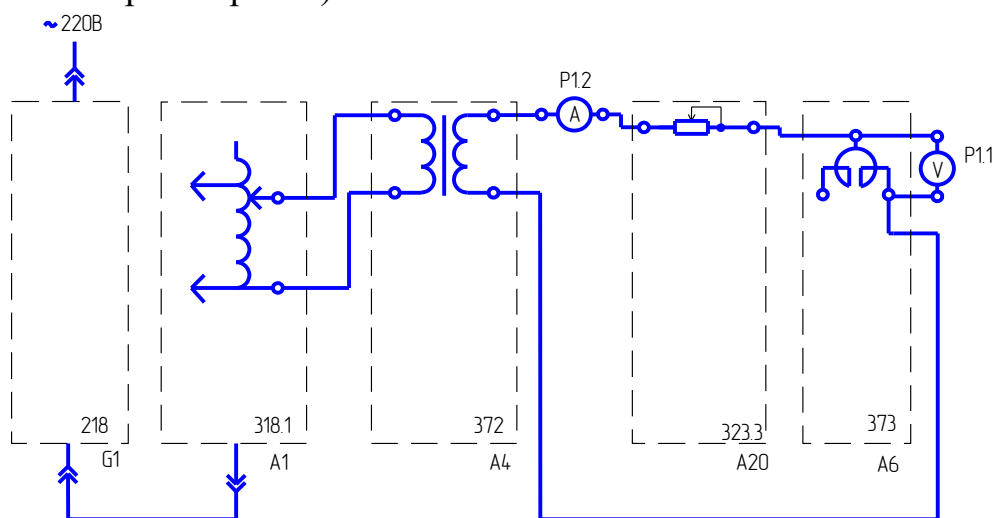
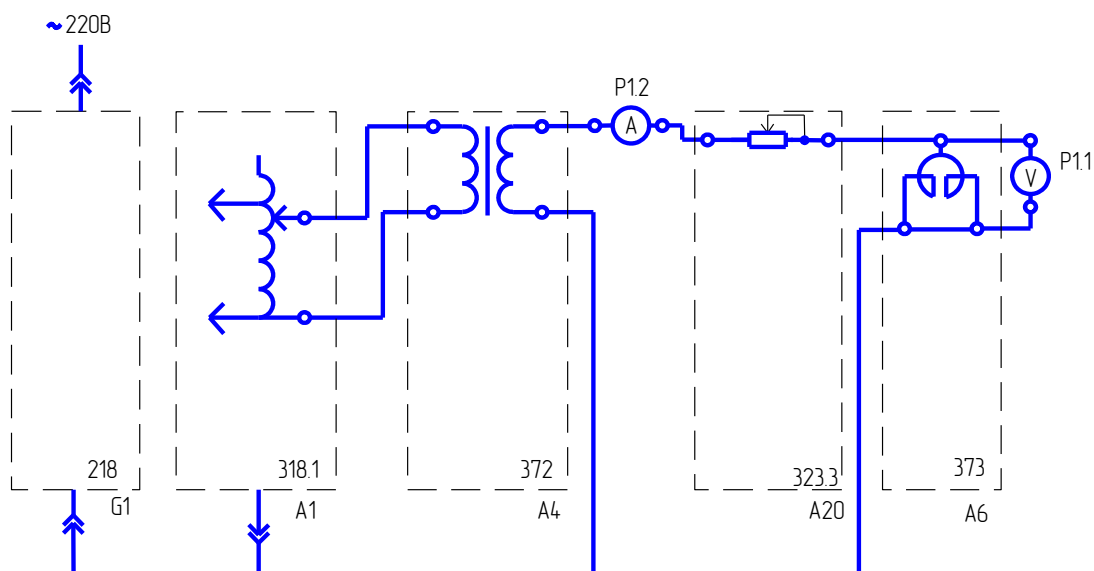
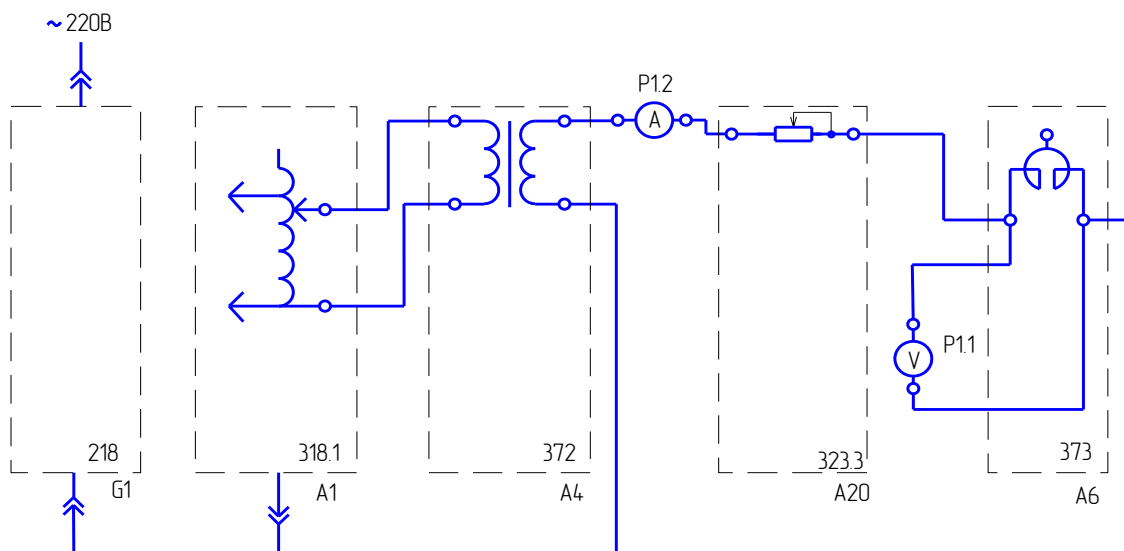

Рисунок 5.1 – Схема электрическая № 1 для выполнения лабораторной работы
Рисунок 5.2 – Схема электрическая № 2 для выполнения лабораторной работы
Рисунок 5.3 – Схема электрическая № 3 для выполнения лабораторной работы
3. Соедините аппаратуру в соответствии со схемой электрической соединений (рисунок 5.1) (для определения индуктивного сопротивления реактора А6 без учета взаимной индуктивности), или рисунок 5.2 (для определения индуктивного сопротивления реактора А6 с учетом взаимной индуктивности) или рисунок 5.3 (для определения сквозного индуктивного сопротивления реактора А6).